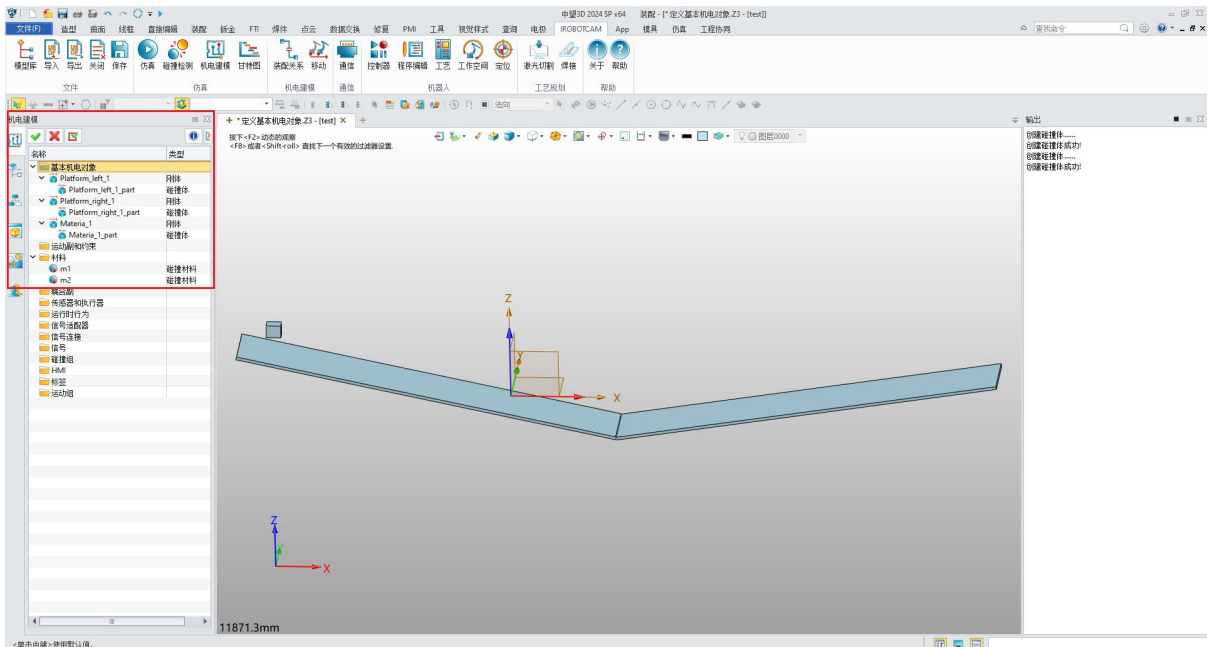

图 5-14: 整个机电框架
- 此时, 您应该已经成功地为所有组件创建了材料、刚体和碰撞体。(图 5-14)